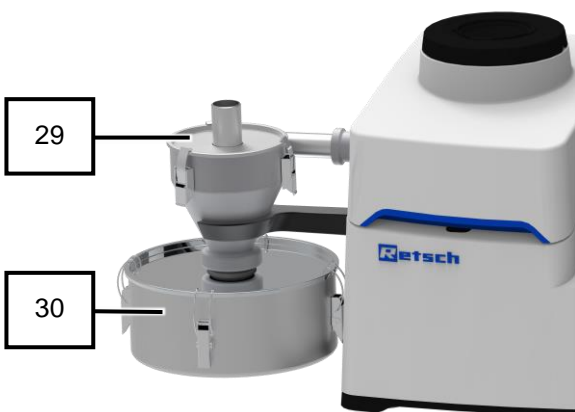

図 49: サイクロン分離器を取り付けた状態
- ➔ サイクロン分離器 (29) と収集容器 (30) の取り付けが完了しました (図 49)。